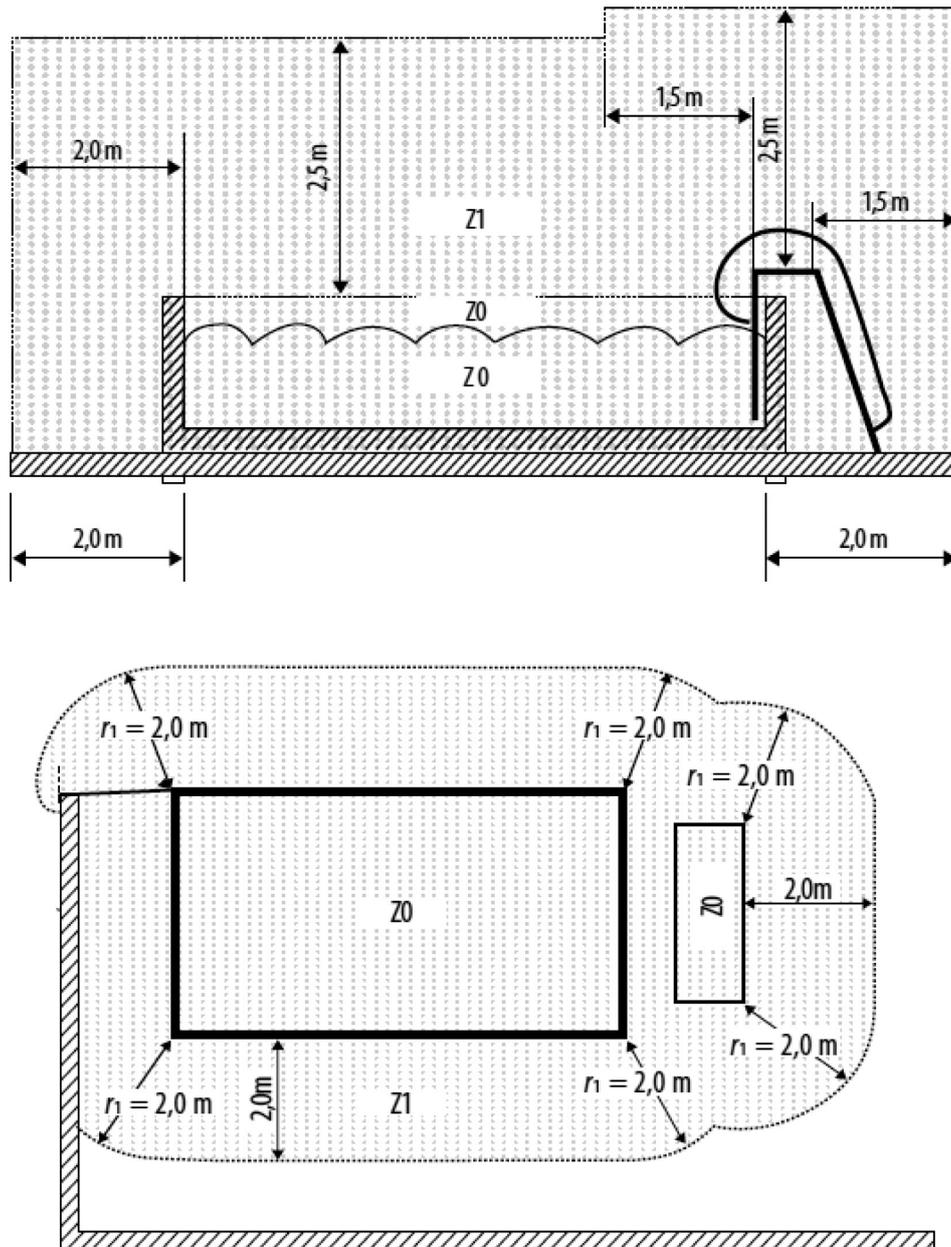

Figura 2
- Na Zona 0 (Z0) e Zona 1 (Z1), (Figura 2).